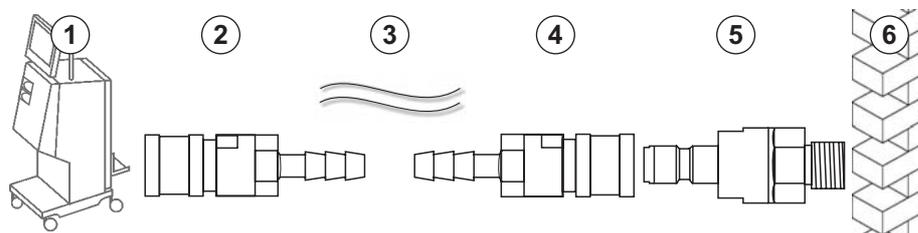
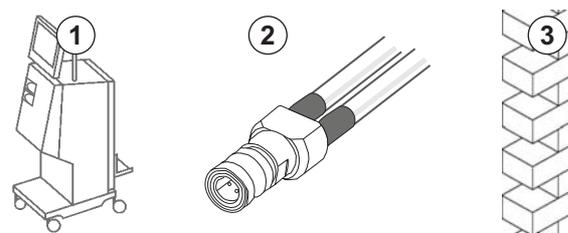

Рис. 4-4 Вариант 1: вход воды через муфту Aquaboss
Рис. 4-5 Вариант 2: вход воды через муфту Aquaboss для кольцевого трубопровода.
- Вариант 1: 2 муфты с внутренней резьбой (Рис. 4-4, ② , ④ ), внутренний диаметр гибкой трубки 9 мм, материал 1.4571 EPDM
- Вариант 1: 1 закрывающий ниппель с внешней резьбой ⑤ , материал 1.4571 EPDM
- Вариант 2 (возможно использование кольцевого трубопровода): Вторичный кольцевой трубопровод с двойным Р-У-образным соединителем без мертвого пространства (Рис. 4-5, ② )
Вариант 2: используется кольцевой трубопровод. Трубы, идущие от стены и идущие к стене, закреплены на внешней муфте (Рис. 4-5, ② ).
1. Подсоедините муфту с внутренней резьбой ② непосредственно к аппарату.